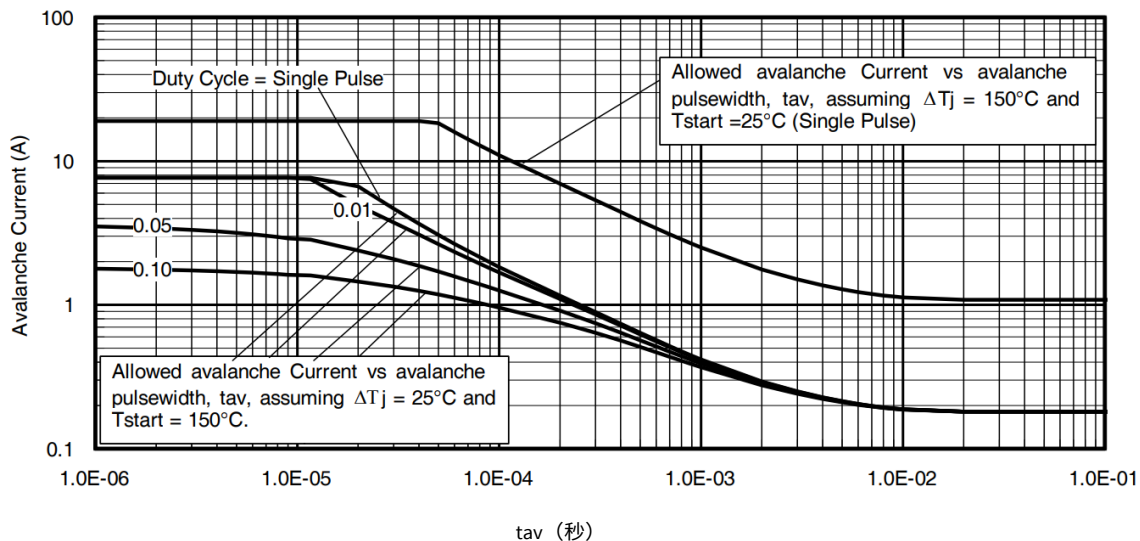

图 15.典型雪崩电流与脉冲宽度
关于重复雪崩曲线的注释，图 15、16：（更多信息，请参阅 www.infineon.com 上的 AN-1005）
7. ΔT = 可允许的结温上升，不得超过 T_{jmax} （图 15、16 中假设为 25°C）。